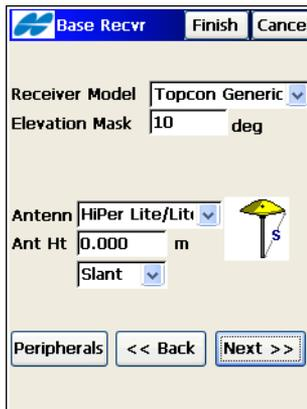

Abbildung 4-56. Basisempfänger (PP kinematisch oder PP DGPS)
1. Legen Sie die Parameter für den Basisempfänger fest: Empfängermodell, Elevationsmaske und Basisantennenparameter (Abbildung 4-56). Tippen Sie dann auf **Weiter**.